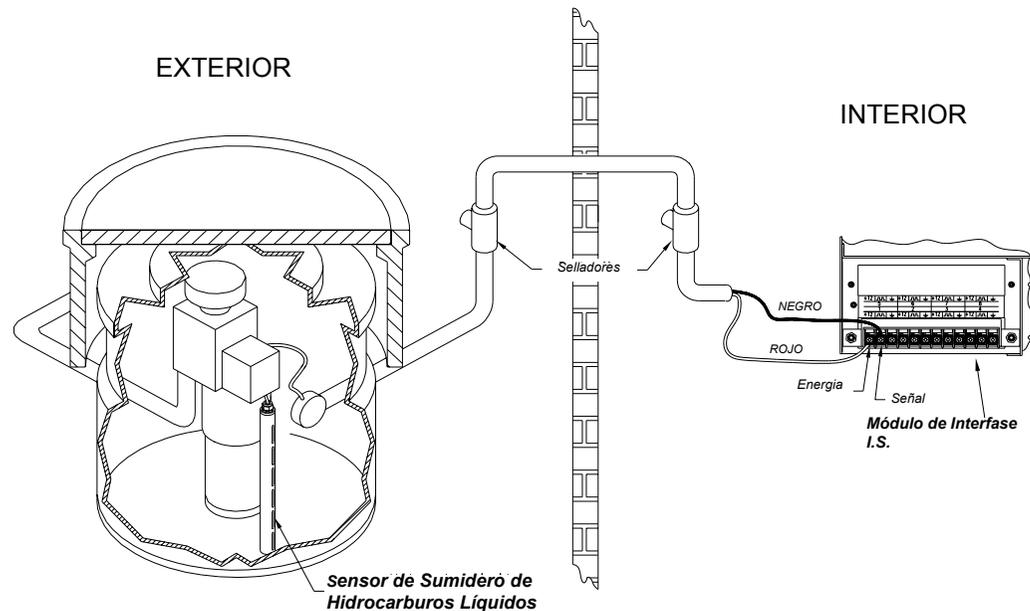

Figura 20: Instalación de un Sensor de Sumidero de Hidrocarburos Líquidos
- Vea la Figura 20 en la Página 54.